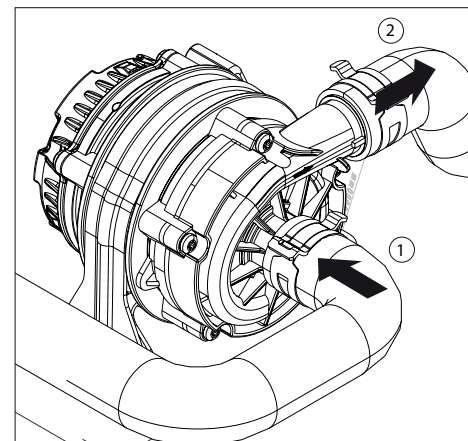
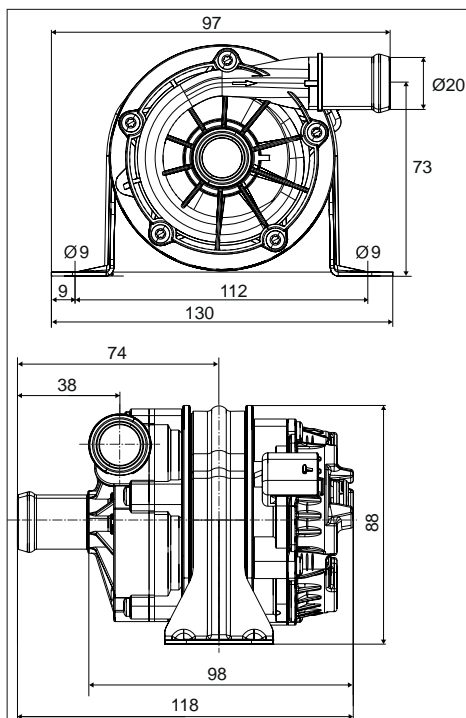

Fig. 09: Pompe de liquide de refroidissement U4850, exemple de montage
Fig. 10: Pompe de liquide de refroidissement U4850, cotes de montage (en mm)
- Pour le montage de la pompe de liquide de refroidissement, voir Fig. 03, Fig. 09 et Fig. 10.